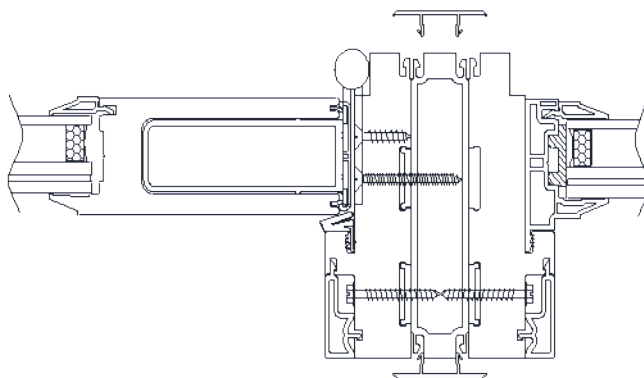

Figura 16
2. **Instale** las cubiertas del montante de puerta francesa (pieza 12) en los lados interior y exterior del montante (figura 16).